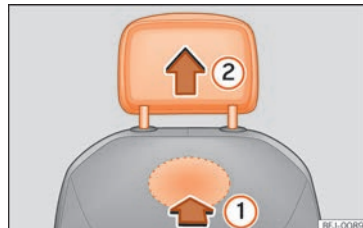

Fig. 108 Encosto de cabeça dianteiro: desmontagem.
- Para desbloqueá-lo, procure o entalhe situado na parte traseira do encosto na zona marcada e pressione no sentido da seta »» Fig. 108 ①.
- Retire o encosto de cabeça no sentido da seta ②.